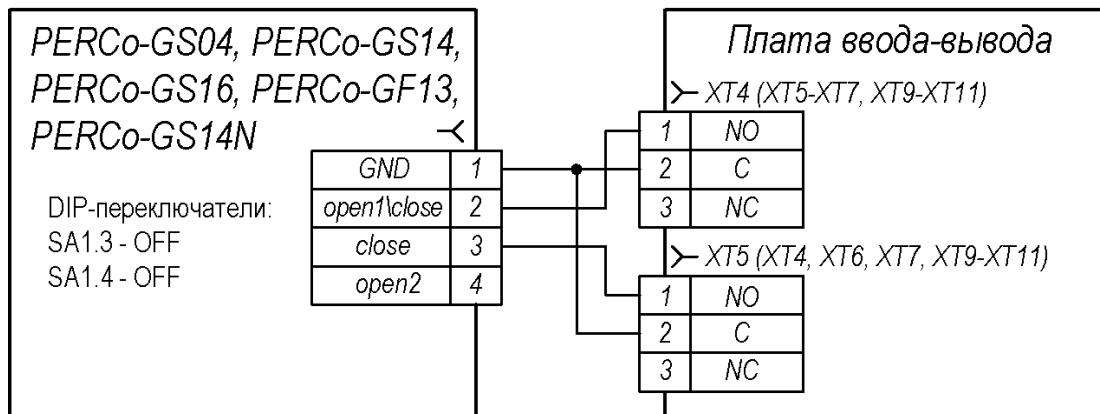

Рисунок 7. Схема подключения шлагбаума к стойке
Подключение шлагбаумов производится к плате ввода-вывода (27) согласно схеме, представленной на рис. 7, расположение клеммных колодок на плате см на рис. 3. При этом придерживайтесь следующих рекомендаций:
- Схема подключения шлагбаумов представлена на рис. 7.